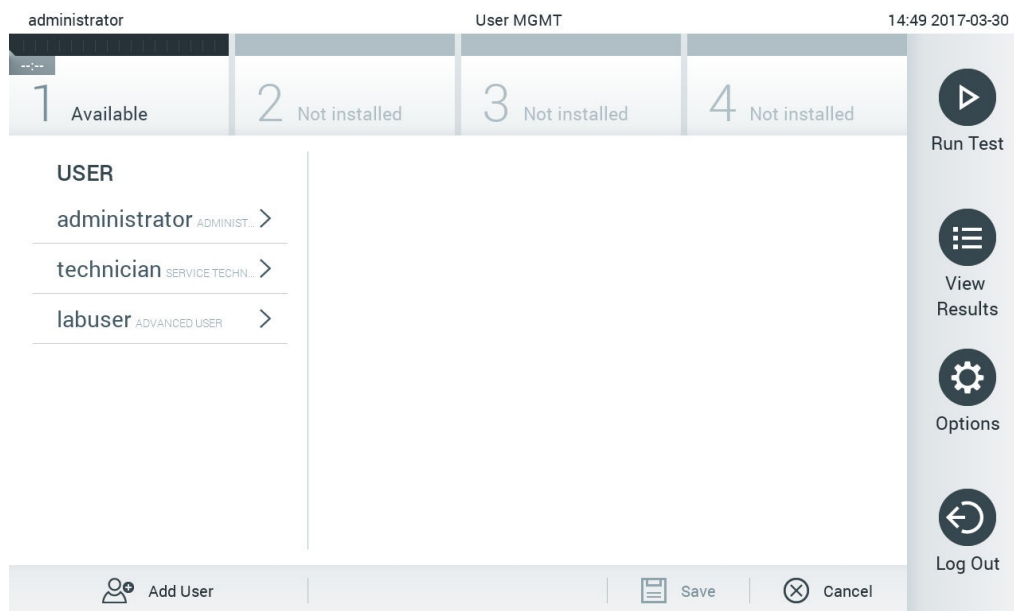

Рис. 52. Экран «User Management» (Управление пользователями).
1. Нажмите на кнопку **Options** (Опции), а затем на кнопку **User Management** (Управление пользователями), чтобы настроить конфигурацию для пользователей. В области содержимого на дисплее отобразится экран **User Management** (Управление пользователями) (рис. 52).